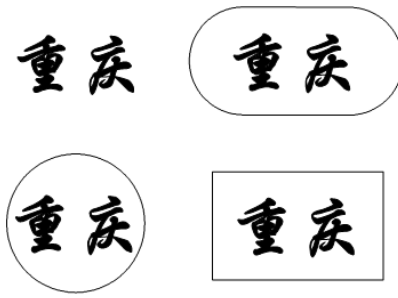

图 7-16 用圆、圆槽、矩形作文字外框
将图 7-16 所示文字, 用圆和双头圆弧作为文字外框。其操作步骤如下:
回车后结果如图 7-16 右上图
同理, 选矩形 (R) 项	结果如图 7-16 右下图